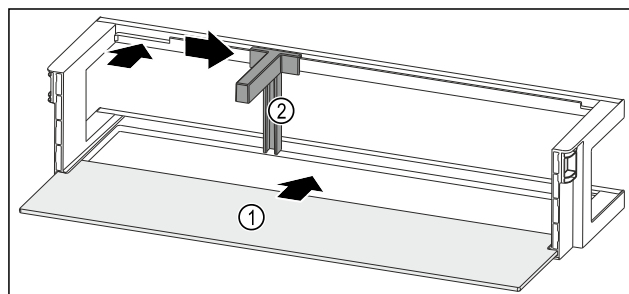

Fig. 125 Półka w drzwiach z półką
- ▶ Wsunąć półkę Fig. 125 (1) w boczne wycięcia.
- ▶ Włożyć uchwyt butelek Fig. 125 (2) do zagłębienia.
- ▶ Przesunąć uchwyt butelek Fig. 125 (2) na wybraną pozycję na bok.